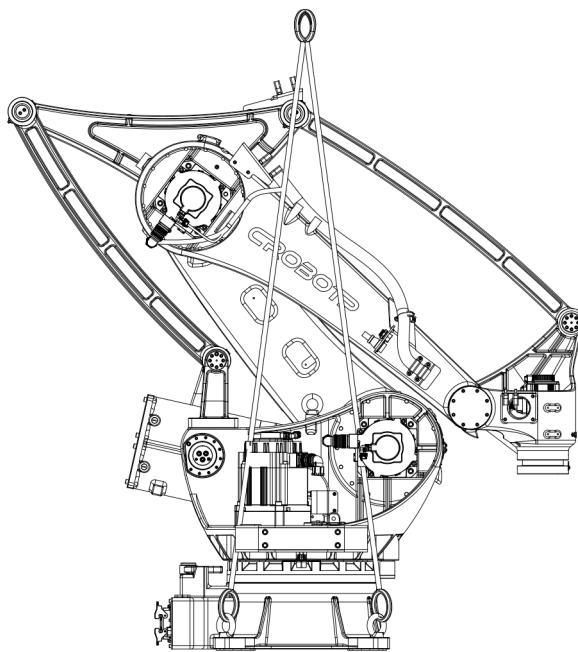
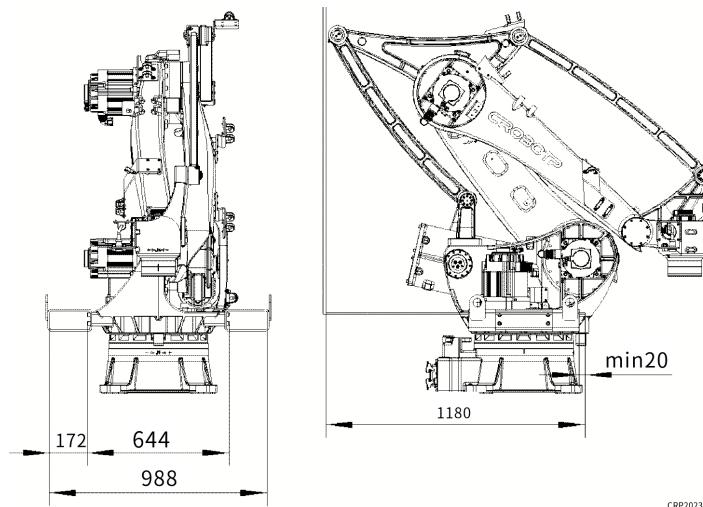

图 3.1
图 3.2
- (1) 必须把机器人调整到搬运姿态（参考图3.1）。
- (2) 锁紧机器人腰部的吊环。
- (3) 用满足机器人搬运要求的吊带或者钢丝绳，穿过吊环。
- (4) 在吊带与机器人本体有接触的地方，垫上缓冲材料。
- (5) 搬运时，必须缓慢平稳，防止机器人在搬运过程中晃动。
- (2) 将机器人用8颗M8×25螺钉固定好叉槽。
- (3) 调整好叉车间距，防止托住螺钉。贯穿叉入，确保移动中不会晃动吊落，以及避免叉车翘尾。（参考图3.2）